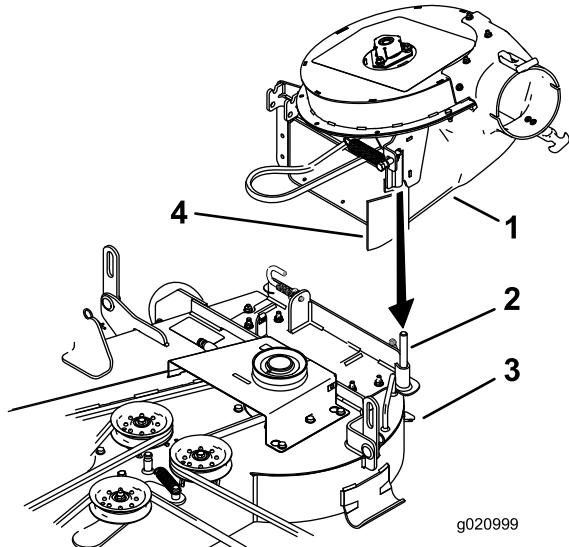

Figure 15
2. Abaissez le ventilateur et enflez le trou du pivot sur l'axe de pivot (Figure 15).
Remarque: Assurez-vous que la courroie reste bien en place sur la poulie de ventilateur et que le volet en caoutchouc reste à l'extérieur du tablier de coupe (Figure 15).